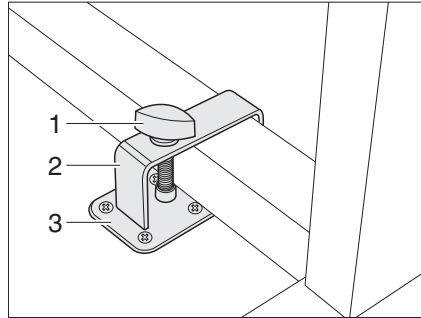
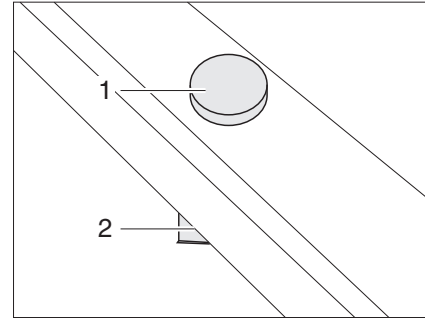

Fig. 54 Bloqueo mesa abatible con armazón metálico
Fig. 55 Bloqueo mesa abatible con armazón de plástico
- Colocar la mesa abatible junto a la sujeción (Fig. 54,3) o sobre la sujeción (Fig. 55,2).
- Colocar el estribo (Fig. 54,2) con el tornillo de sujeción (Fig. 54,1) sobre la pata de la mesa.
- Desplazar el estribo y de ser necesario la mesa abatible de tal manera que el tornillo de sujeción (Fig. 54,1 ó Fig. 55,1) pueda atornillarse en la sujeción (Fig. 54,3 ó Fig. 55,2).